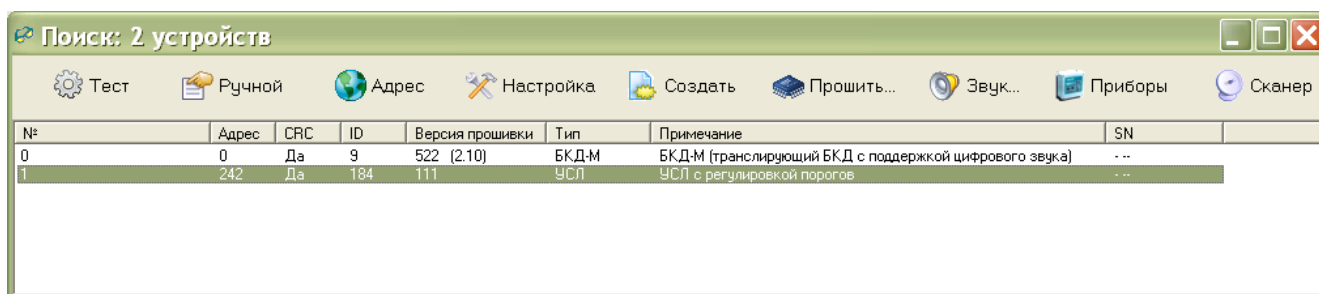

Рисунок 10
Выполнить команду поиска устройств «БКД/Поиск устройств...». В открывшемся окне «Поиск» выбрать строку с требуемым УСЛ-А, в графе таблицы «Версия прошивки» выводится номер версии встроенного программного обеспечения (рисунок 10).
Выполнить команду поиска устройств «БКД/Поиск устройств...». Для обновления программного обеспечения следует в окне «Поиск» выбрать строку с требуемым УСЛ-А, нажать на кнопку «Прошить...» (рисунок 10).
- 3) Выполнить поиск блоков в сервисной программе RASOS (рисунок 10). Проверить что найден блок УСЛ-А.
- 3) Выполнить поиск блоков в сервисной программе RASOS (рисунок 10).